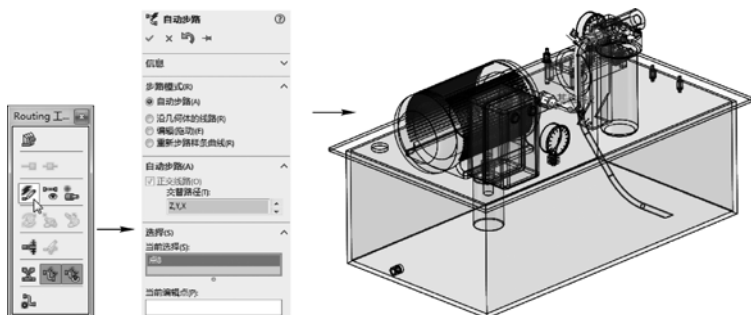

图 3-26 自动步路
STEP 3 完成上述操作后，单击“Routing 工具”工具栏中的“自动步路”按钮，打开“自动步路”属性管理器，如图 3-26 中图所示，选择添加的两个接头的两个连接点，系统将自动生成管路，如图 3-26 右图所示。